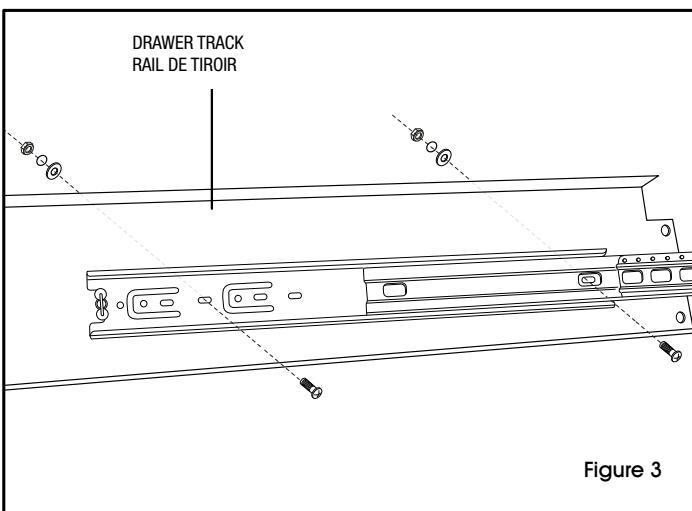

Figure 3
2. Attach drawer slides to drawer tracks using 2 small bolts, washers, lock washers and nuts. Extend drawer slide completely to attach to track. Insert center bolt first to align front bolt hole. (See Figure 3)
Fixez les glissières de tiroir aux rails en utilisant 2 petits boulons, des rondelles, des rondelles de blocage et des écrous. Allongez complètement les glissières de tiroir pour les fixer aux rails. Insérez le boulon du centre en premier pour aligner le trou du boulon avant. (Voir la figure 3)